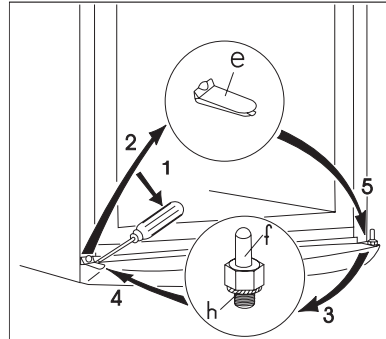

Fig. 4
- Verwijder het inzetstuk voor het onderste afdekrooster (e) met behulp van een schroevendraaier (Fig. 4)
- Draai de bevestigingspin van de deur van de vriezer (h, f) los en bevestig deze aan de andere kant. Vergeet het afstandsstuk (h) niet (Fig. 4).
- Plaats de deur van de vriezer op de onderste borgpen (f) (Fig. 4)